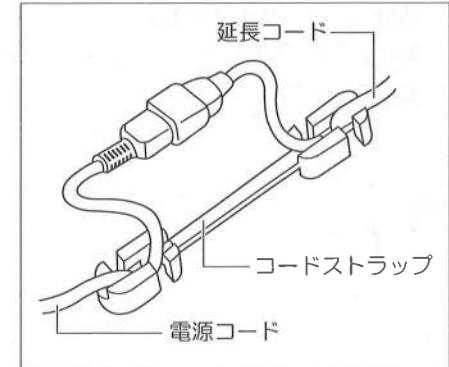

図3
- ・電源コードと延長コードを接続するときは、付属のコードストラップに通し、接続部が簡単に抜けないようにしてください。(図3参照)